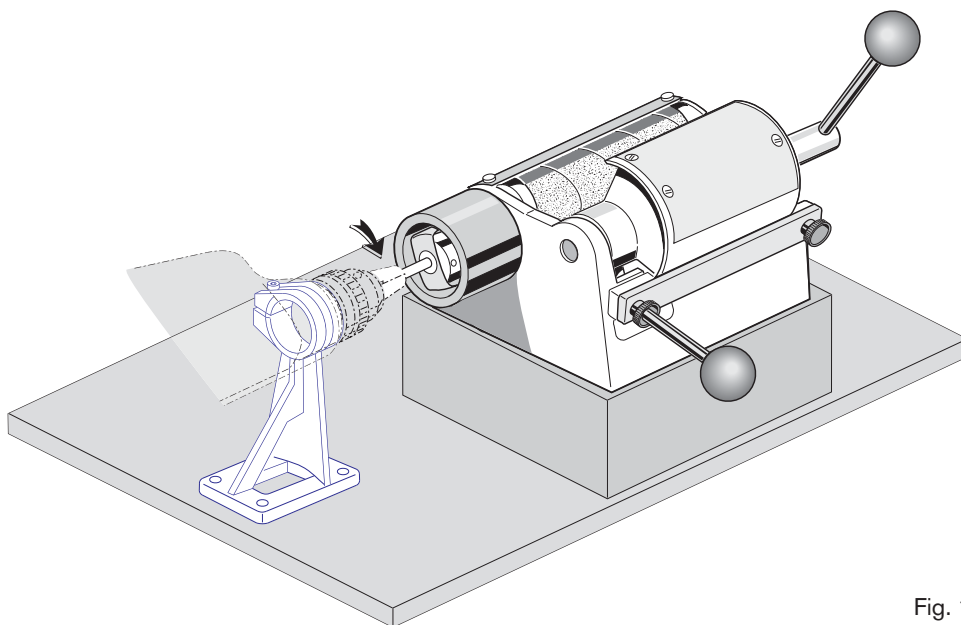

Fig. 1
■ Vorbereiten der Ausschärfeinrichtung (Fig. 1)
■ Preparing the beveling tool (Fig. 1)
■ 皮带打磨工具的准备 (Fig. 1)